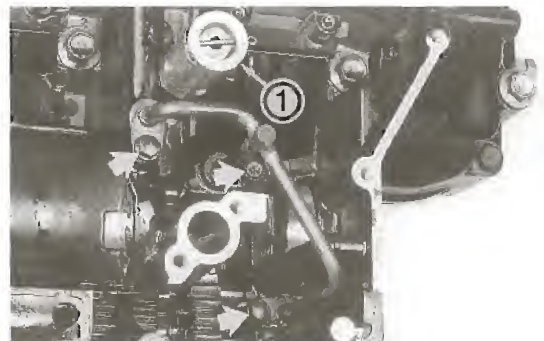

Bild 133
- Überdruckventil ① Bild 133 und Ölleitung abnehmen.